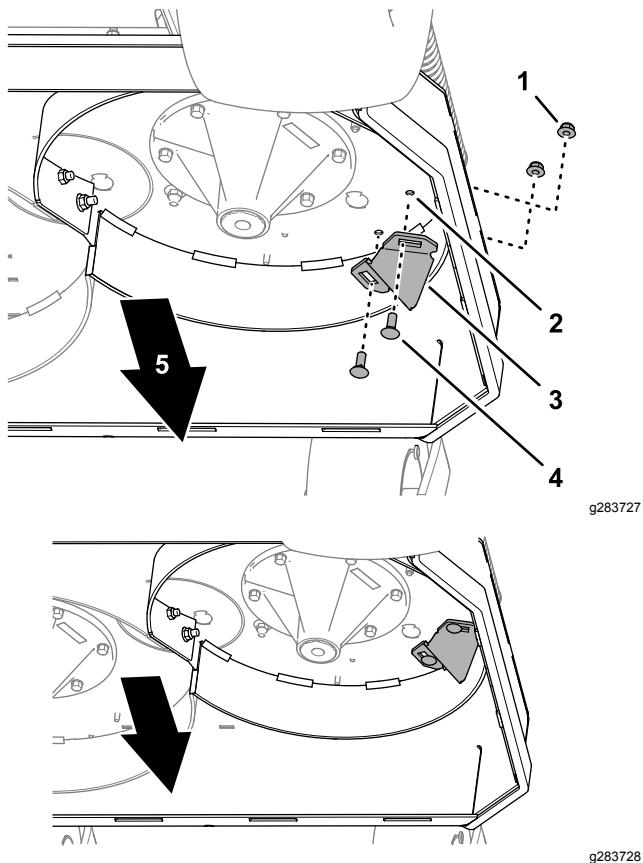

Figura 6
4. Sul lato sinistro del piatto di taglio, allineate le scanalature nel raccordo dell'inserto con i 2 fori da 10 mm che avete praticato nel piatto di taglio (Figura 6).